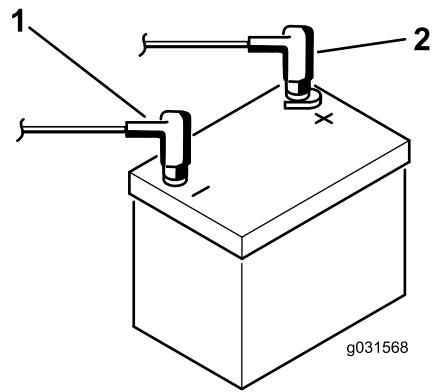

Figure 4
7. Raccordez le câble positif (rouge) de la batterie à la borne positive (+) et le câble négatif (noir) à la borne négative (-), et fixez-les en place avec les boulons et les écrous (Figure 4).